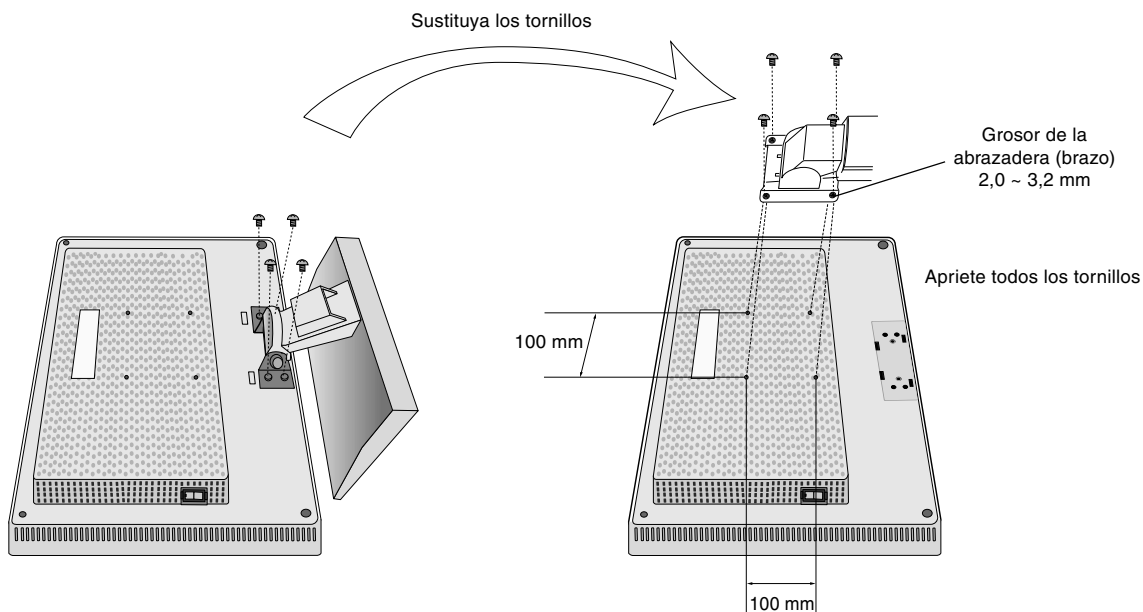

**Figura R.2**
4. Retire los 4 tornillos que unen el monitor al soporte y levante el equipo del soporte (**figura R.2**); el monitor ya se puede montar de otra forma.